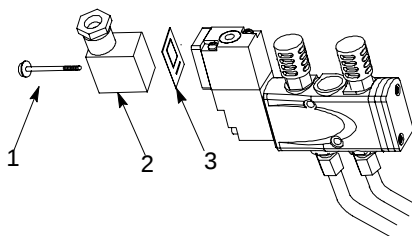

Fig. 8: Bornier de l'électrovanne
1. Voir la figure 8. Desserrer la vis du bornier, puis retirer ce dernier. Conserver le joint et la vis.